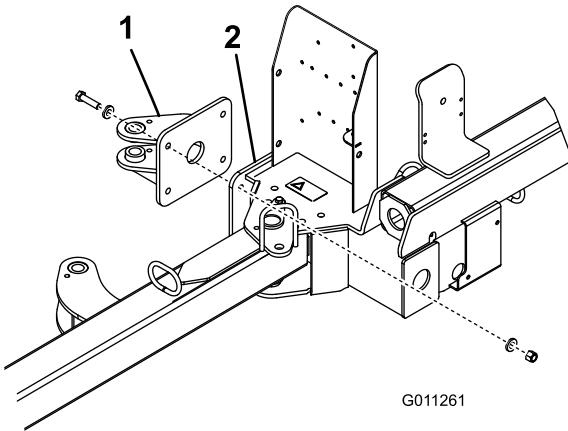

図 5
1. アクチュエータのタブをスイーパのフレームに取り付ける； 1/2 x 2 in ボルト (4本) 、 0.531 x 0.063 in 平ワッシャ (8枚) 、 1/2 in ロックナット (4個) を使用する。各コンポーネントは 図 5 のように組み付ける。